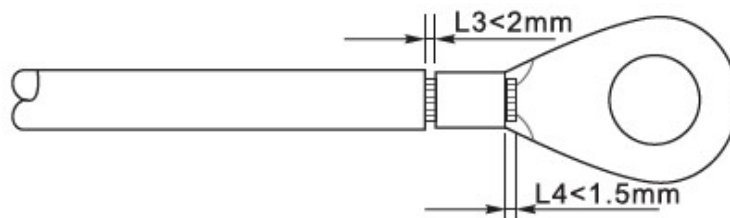

Figura 11 - Preparazione cavo di terra (2)
1) Inserire i fili esposti nel terminale OT e crimparli usando uno strumento per la crimpatura, come mostrato nella Figura 11.